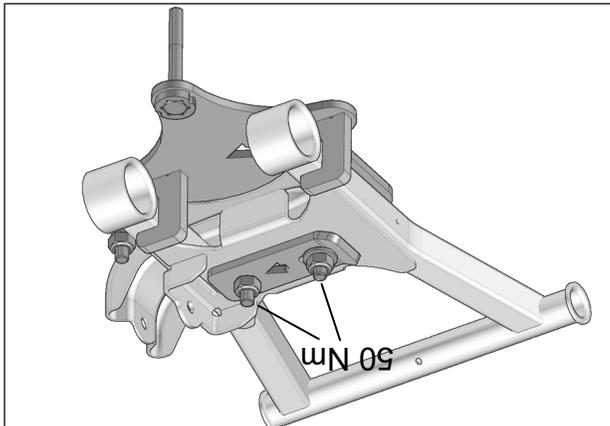

Fig. 11
9. Serrer l'assemblage à un couple de 50 N•m [37 lb•pi]. Voir la Fig. 11